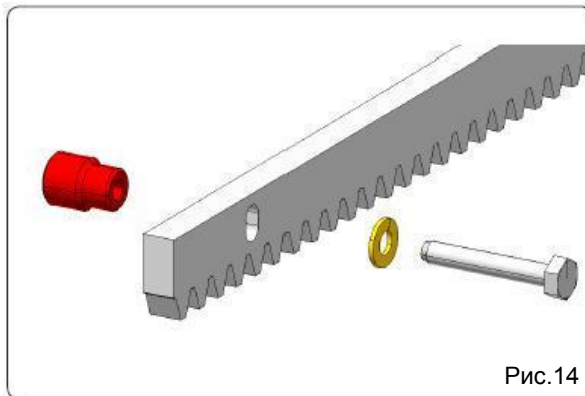

Рис.14
5.4.2 ПРИВИНЧИВАЕМАЯ СТАЛЬНАЯ РЕЙКА (РИС.14)